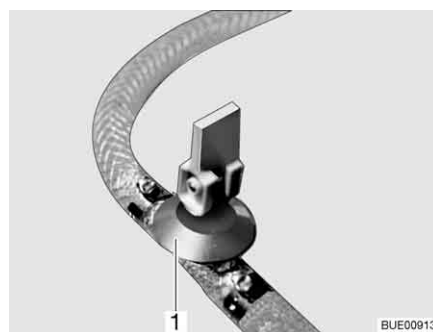

Fig. 223 Robinet de vidange
- Fermer le(s) robinet(s) de vidange. Placer le levier à bascule (Fig. 223,1) en position horizontale.
- Ouvrir le(s) robinet(s) de vidange (Fig. 223). Pour cela, placer le levier à bascule (Fig. 223,1) en position verticale. Le chauffe-eau se vide à l'extérieur.